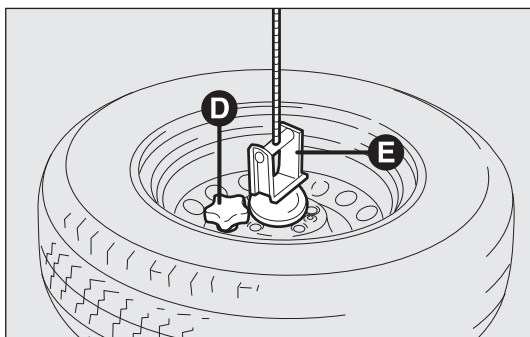

fig. 159
- ❑ svitare il pomello di trattenimento D-fig. 159 e liberare la ruota sfilando il supporto E.
- prelevare la ruota sostituita, riaganciarla al supporto E-fig. 159 ed avvitare il pomello D-fig. 159;